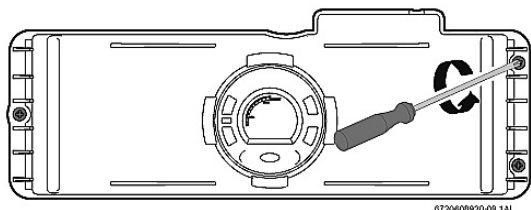

Fig. 76
- Schroef de drie vijzen van de frontplaat van de schakelkast los (fig. 76).
- Desserrer les trois vis situées sur la partie avant du boîtier électronique (fig. 76).